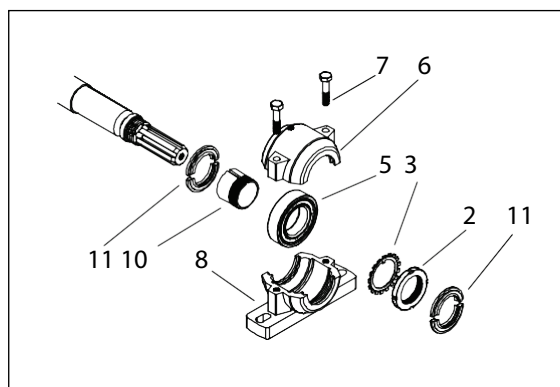

Fig. 7b. Roulement, côté arbre cannelé
Les roulements côté alimentateur et arbre cannelé sont différents les uns des autres. Le roulement côté arbre cannelé, Fig. 7b., n'a pas de bagues d'écartement (4 et 9) ni de plaque d'extrémité (1). Le roulement du côté arbre cannelé possède des couvercles anti-poussière des deux côtés (11).